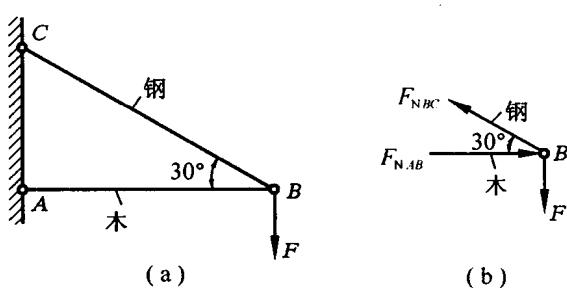

图 2-12
2.12 在图 2-12(a) 所示的简易吊车中, BC 为钢杆, AB 为木杆。木杆 AB 的横截面面积 $A_1 = 100 \text{ cm}^2$, 许用应力 $[\sigma]_1 = 7 \text{ MPa}$; 钢杆 BC 的横截面面积 $A_2 = 6 \text{ cm}^2$, 许用拉应力 $[\sigma]_2 = 160 \text{ MPa}$ 。试求许可吊重 F 。
B 铰链的受力如图 2-12(b) 所示, 平衡条件为 $\sum F_x = 0, -F_{NBC} \cos 30^\circ + F_{NAB} = 0$, $\sum F_y = 0, F_{NBC} \sin 30^\circ - F = 0$, 解得 $F_{NBC} = 2F, F_{NAB} = \sqrt{3}F$ 。钢杆的强度条件为 $\sigma_{钢} =$